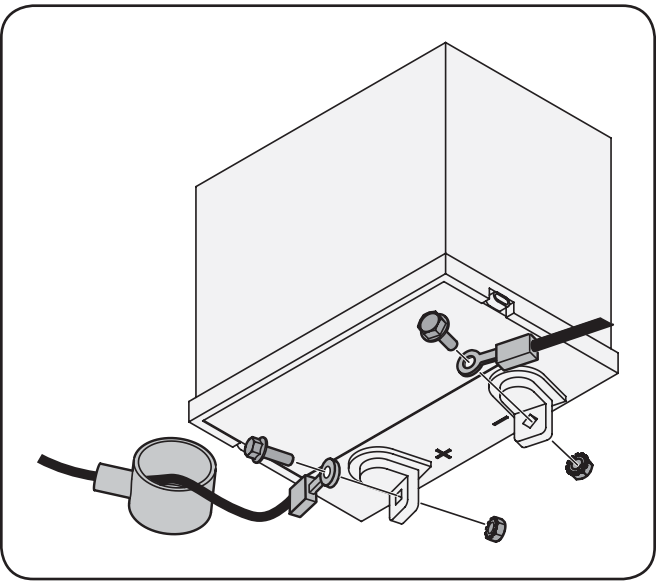

Figure 3-3
1. Enlevez le couvercle en plastique, si équipé, de la borne positive de la batterie et attachez le câble rouge à la borne positive (+) avec le boulon et l'écrou à six pans. Voir la Figure 3-3.
2. Enlevez le couvercle en plastique, si équipé, de la borne négative de la batterie et attachez le câble noir à la borne négative (-) avec le boulon et l'écrou à six pans. Voir la Figure 3-3.